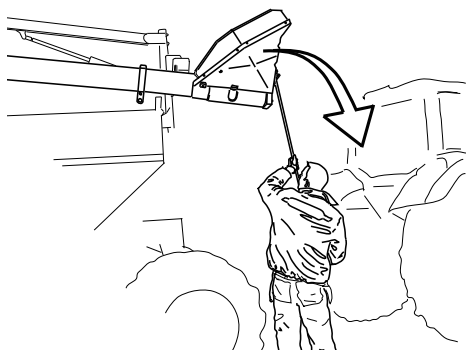

Figure 21.5
- 4 S použitím ovládací tyče houpejte plnicím dopravním šnekem tak, aby se uvolnil z přední a zadní dopravní úchytky. Poté ho spusťte tak, aby s ním bylo možno manipulovat, "Figure 21.5". Uchopte rukojeť a otočte zdvihací zařízení tak, aby se dopravní šnek pohyboval volně mimo výsevní skříň a ostatní části stroje, "Figure 21.6".